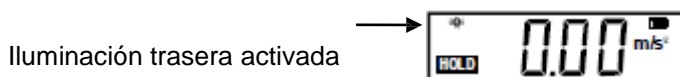

Fig. 6 (Iluminación trasera)
6. Encienda la iluminación trasera de la pantalla cuando se encuentre en un lugar oscuro. Para ello, apague primero el vibrómetro y pulse simultáneamente el botón A/V/D y el botón de encendido. El vibrómetro se encenderá ahora con la iluminación trasera de la pantalla activada (Fig. 6).